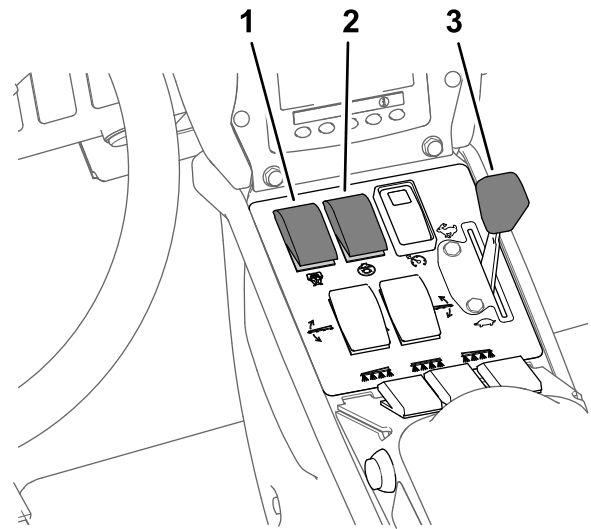

Figura 37
- Ponga el interruptor de agitación y el interruptor de la bomba de fumigación en la posición de ACTIVADO (Figura 37).
- Mueva el acelerador a la posición de RÁPIDO (Figura 37).
Nota: Este procedimiento supone que la bomba de fumigación está activada; consulte Figura 37, en Fumigación en el Modo de caudal de aplicación (página 36).
4. Ajuste el acelerador a la velocidad de motor deseada para la fumigación; consulte Figura 37, en Fumigación en el Modo de caudal de aplicación \(página 36\).